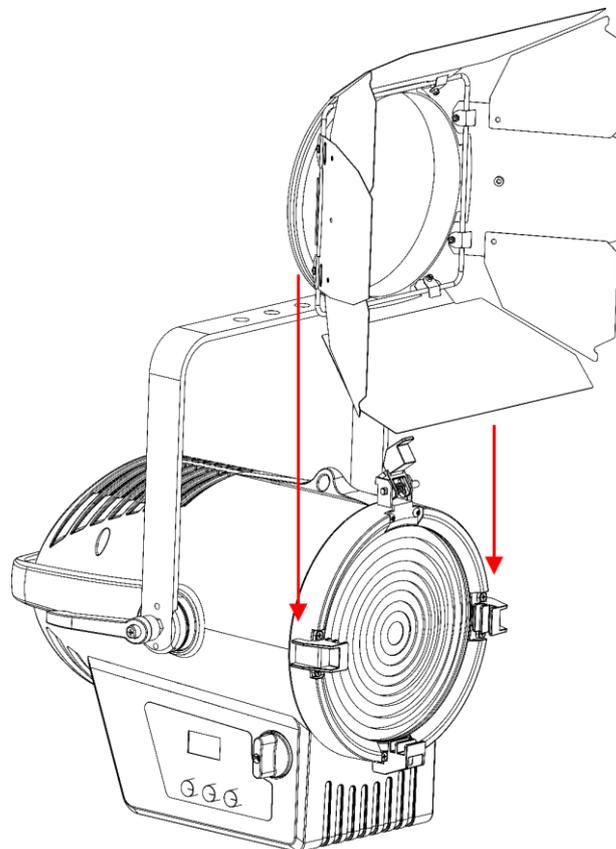

Fig. 11
- 02) Inserte el Barndoor como se indica en la Fig. 11.